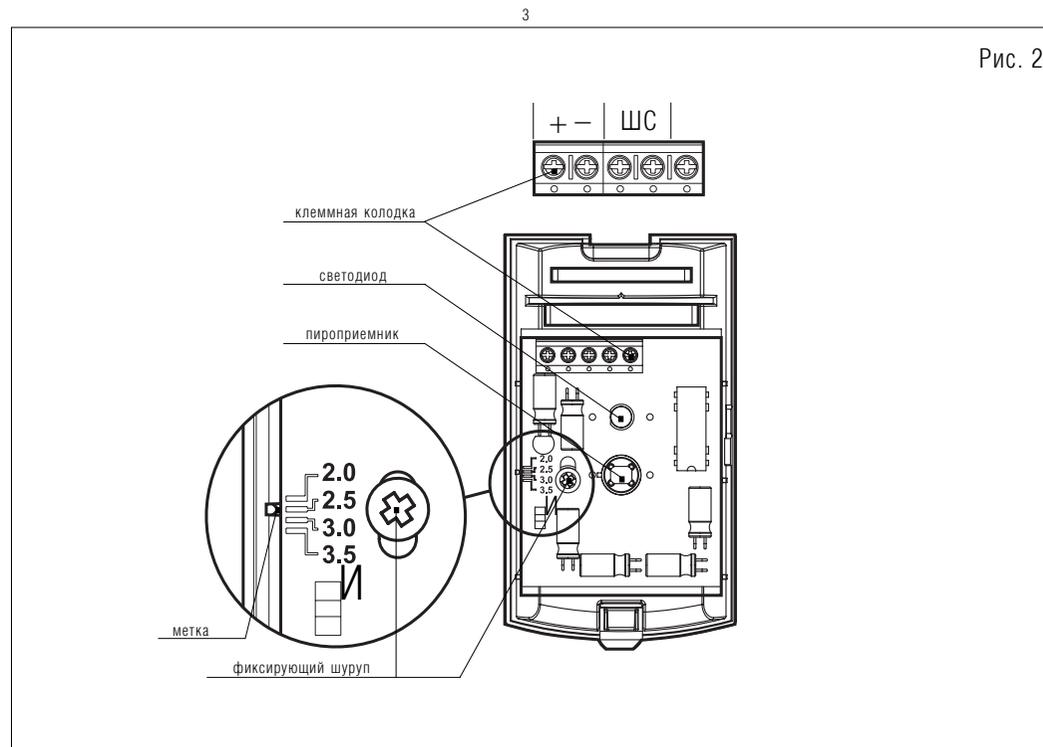
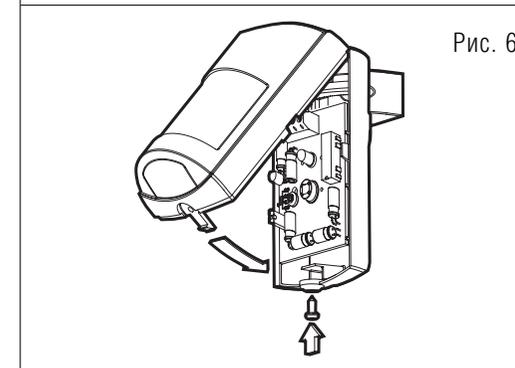

Рис. 2
Рис. 6
2. Ослабить шуруп, фиксирующий крепление платы, сопоставить метку с риской, соответствующей высоте установки (рис.2). Это обеспечит дальность действия извещателя (10±0,1) м. Для уменьшения дальности действия плату необходимо сместить вверх. Закрепить плату фиксирующим шурупом.
5. Подключить провода к клеммной колодке (рис. 2) и установить крышку (рис. 6).